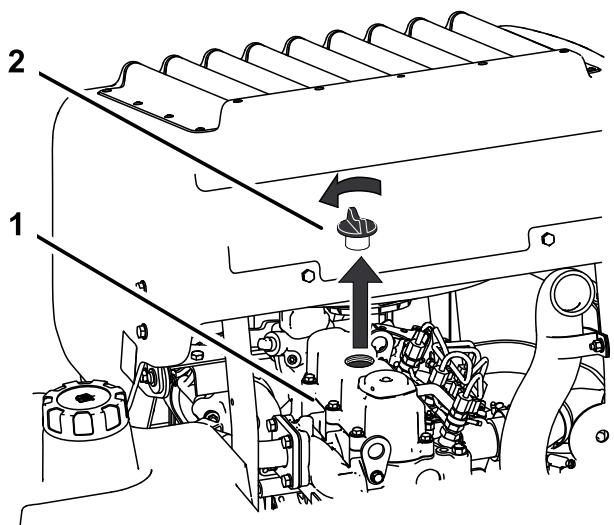

Figure 38
6. Retirez le bouchon de remplissage dhuile en haut du moteur (Figure 38). Cela facilitera la vidange de lhuile.
3. Retirez le bouchon de remplissage et la jauge (Figure 38).